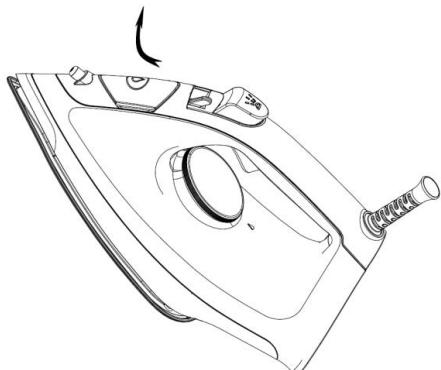
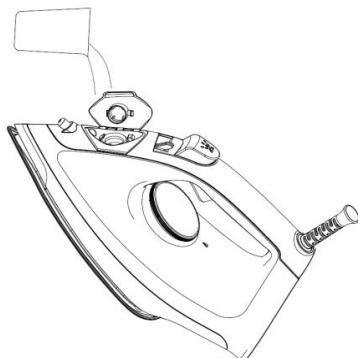

Fig.1
Fig.2
57. Otwórz pokrywę wlotu wody (patrz rys. 1) i przechyl żelazko o 30°. Wlej odpowiednią ilość wody do zbiornika na wodę za pomocą miarki (patrz rys. 2). Najlepiej jest używać czystej wody lub wody destylowanej z mniejszą ilością cząsteczek wapnia i upewnić się, że woda nie przekracza linii maksymalnego poziomu wody zaznaczonej na zbiorniku na wodę. Naciśnij pokrywę wlotu wody, aby ją zamknąć. Jeśli pokrywa wlotu wody jest dobrze zamknięta, można usłyszeć dźwięk „kliknięcia”.